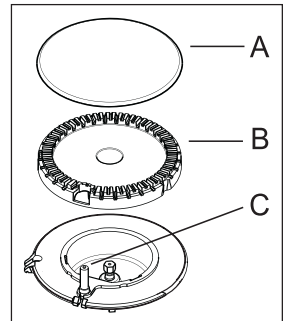

Fig. 1
2. appuyez en même temps la commande du brûleur choisi, et tournez-la vers la gauche jusqu'au repère de débit maximum 🔥. Si, après plusieurs tentatives, le brûleur ne s'allume pas, vérifiez que le chapeau (Fig.1-lett.A) et la couronne (Fig.1-lett.B) du brûleur soient placé correctement.
En cas de coupure d'électricité, vous pouvez utiliser votre table de cuisson sans avoir recours au système automatique. Pour cela, présentez une flamme au brûleur. Si, après plusieurs tentatives, le brûleur ne s'allume pas, vérifiez que le chapeau (Fig.1-lett.A) et la couronne (Fig.1-lett.B) du brûleur soient placé correctement.
- en cas de coupure d'électricité, vous pouvez utiliser votre table de cuisson sans avoir recours au système automatique. Pour cela, présentez une flamme au brûleur. Si, après plusieurs tentatives, le brûleur ne s'allume pas, vérifiez que le chapeau (Fig.1-lett.A) et la couronne (Fig.1-lett.B) du brûleur soient placés correctement.